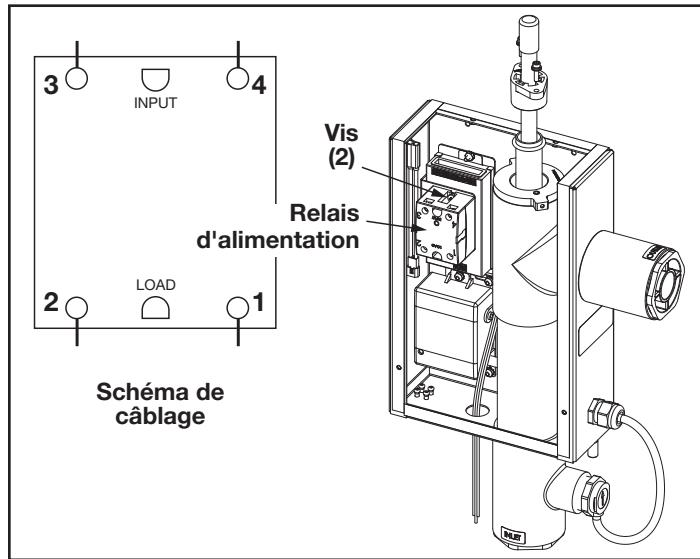

Figure 11. Schéma du câblage et retrait du relais d'alimentation du système Jandy Offline AOP
3. Débrancher le câblage du relais d'alimentation au niveau des quatre bornes marquées 1, 2, 3 et 4. Voir la Figure 11.